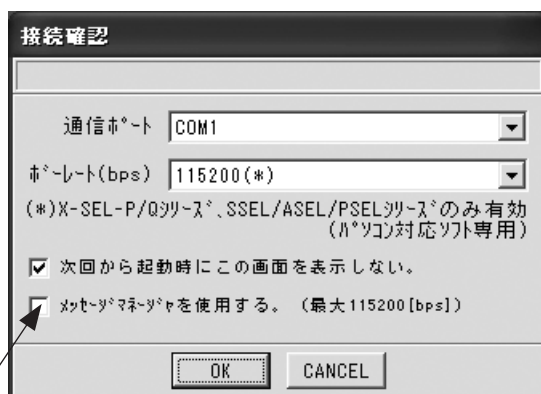

図 1.36 接続確認画面（V7.2.0.0 以降）
パソコン対応ソフトの V7.2.0.0 以降は、図 1.36 の接続画面が表示されます。
- ④ XSEL-P/Q（アプリ部 V0.36 以降）、XSEL-PX/QX（アプリ部 V0.17 以降）、SSEL、ASEL、PSEL（アプリ部 V0.01 以降）との接続の場合は、接続後、複数プログラム同時起動許可、禁止設定画面（図 1.36）が表示されます。